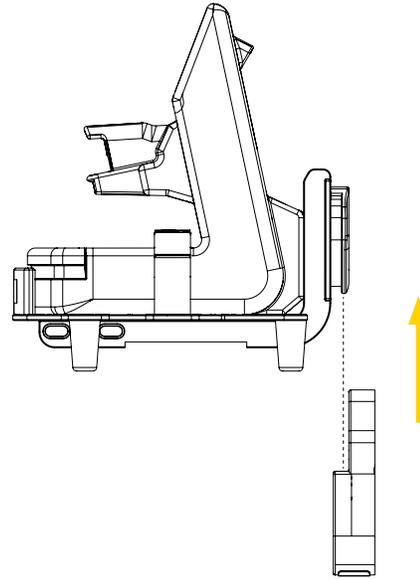

Figure 17: Retrait du support de fixation avec micro disque antirotation arrière de la Micro Base
- Pour un support de fixation avec micro disque antirotation arrière, appuyer et maintenir le bouton de dégagement rapide de la Micro Base, puis faire glisser le micro disque antirotation vers le haut verticalement hors de la Micro Base (Figure 17), et mettre de côté.